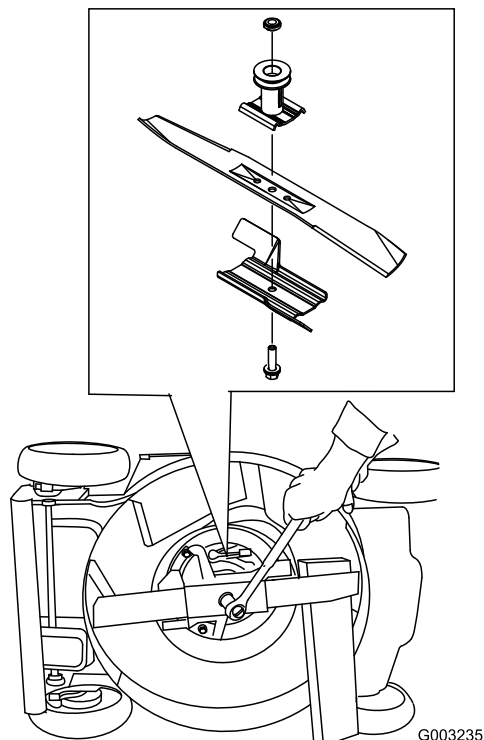

Figura 42
3. Usate un blocco di legno per tenere ferma la lama (Figura 42).